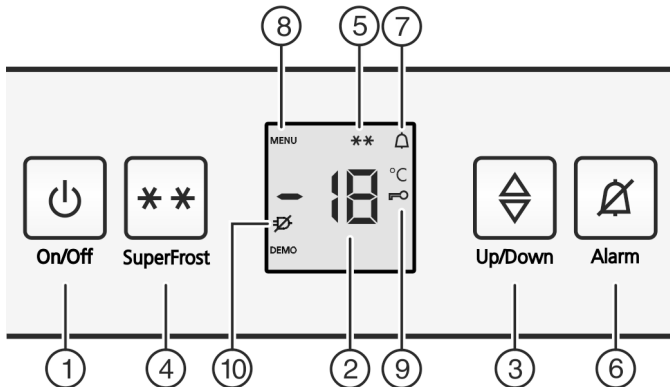

Fig. 2
- Das Symbol SuperFrost Fig. 2 (5) blinkt zusammen mit der Temperaturanzeige.*
- Taste On/Off Fig. 2 (1) drücken.
- Einstellmodus aktivieren: Taste SuperFrost Fig. 2 (4) ca. 5 Sekunden drücken.
- In der Anzeige wird das Symbol Menu Fig. 2 (8) angezeigt.
- Mit der Taste SuperFrost Fig. 2 (4) kurz bestätigen.
- Das Symbol Kindersicherung Fig. 2 (9) leuchtet in der Anzeige.
- Die Taste On/Off Fig. 2 (1) kurz drücken.
- Das Symbol Kindersicherung Fig. 2 (9) erlischt.
- Taste Alarm Fig. 2 (6) drücken.
Gleichzeitig blinkt die Temperaturanzeige und das Symbol Alarm Fig. 2 (7).
Der Tonwarner verstummt automatisch, das Symbol Alarm Fig. 2 (7) geht aus und die Temperaturanzeige hört auf zu blinken, wenn die Temperatur wieder ausreichend kalt ist.